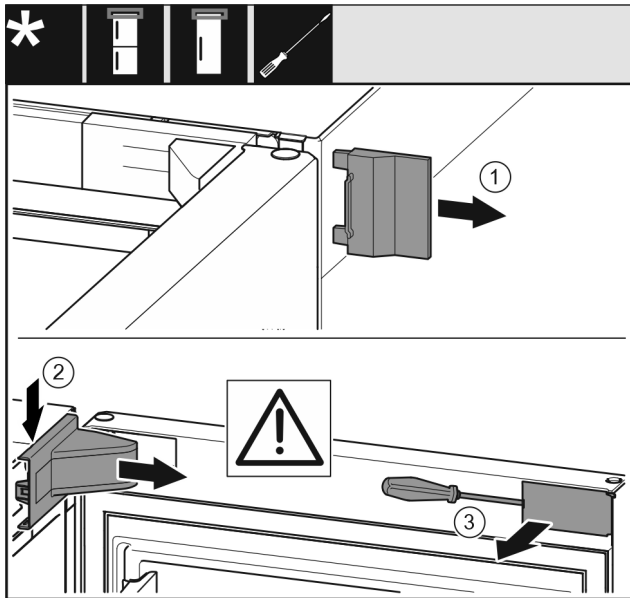

Fig. 12 *
► Hiqni kapakun mbulues të jashtëm Fig. 12 (1).*
► Nxirrni nga foleja kapakun mbulues të bazamentit mbështetës Fig. 12 (2) dhe hiqeni.*
► Nxirrni nga foleja panelin mbulues Fig. 12 (3) me një kaçavidë me kokë petë dhe shtyjeni anash.*